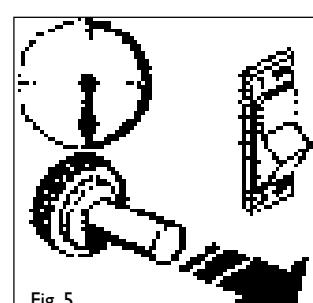

Fig. 5
- Ad accensione avvenuta mantenere premuto il pulsante della valvola per circa 10 secondi (Fig. 5). Se dopo aver lasciato il pulsante della valvola il riscaldatore si dovesse spegnere, attendere un minuto e ripetere l'operazione di accensione tenendo premuto il pulsante della valvola un po' più a lungo.